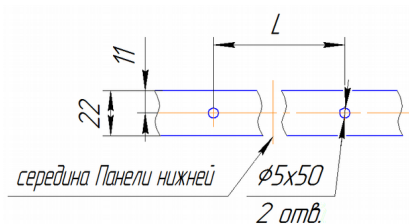
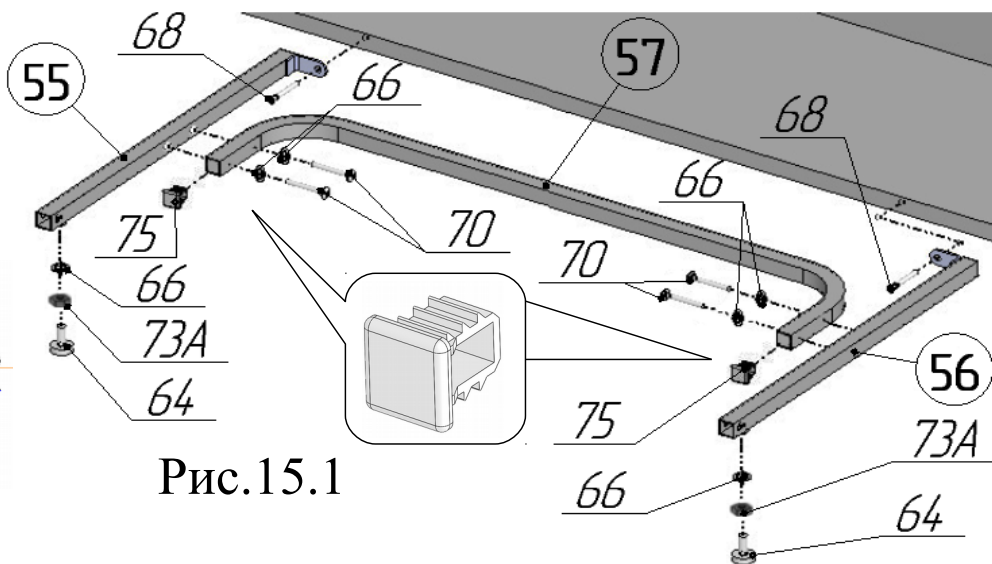
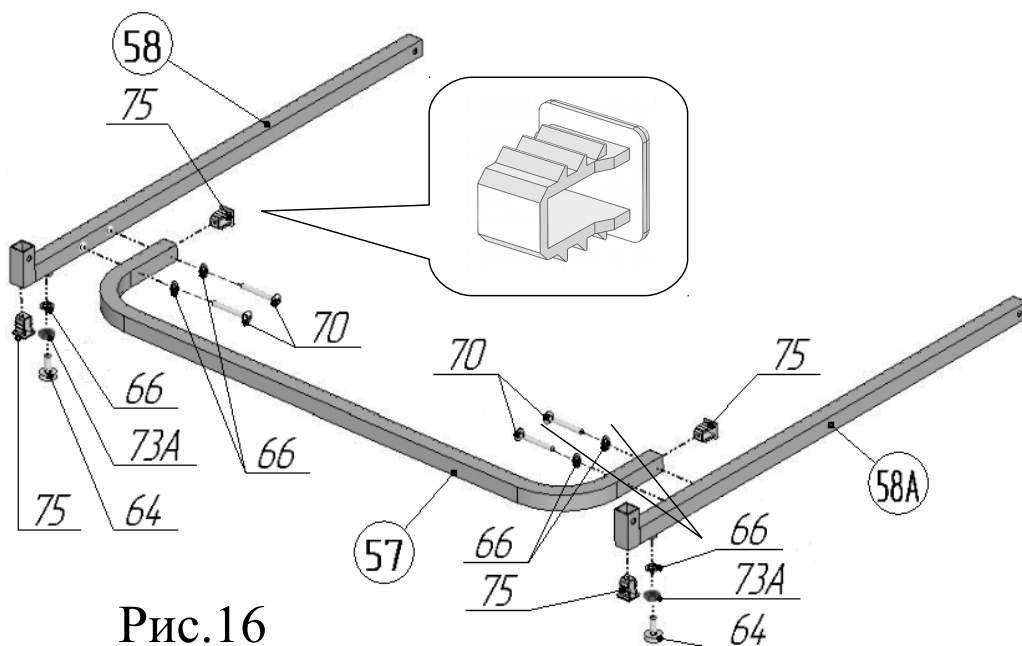

Рис.15.2
Рис.15.1
Рис.16
17. В торцы перемычки поз.57 вставить заглушки 20x20 поз.75 в соответствии с рис.15.1. К перемычке поз.57 присоединить упоры поз.55 и поз.56, используя винты М6х35 поз.70 и шайбы стопорные поз.66 в соответствии с рисунком 15.1. Во встроенные гайки упоров поз.55,56 вернуть ножки поз.64, предварительно навинтив на них гайки М8 ГОСТ поз.73А и надев на стержни ножек шайбы стопорные поз.66. Просверлить в панели нижней поз.43 отверстия $\phi 5 \times 50$ в соответствии с рис.15.2, L=648мм. Присоединить собранную конструкцию к корпусу с помощью винтов-конфирматов поз.68 (рис.15.1).
поз.58, 58А, используя винты М6х35 поз.70 и шайбы стопорные поз.66 в соответствии с рисунком 16. Во встроенные гайки ног поз.58 и 58А вернуть ножки поз.64, предварительно навинтив на них гайки М8 ГОСТ поз.73А и надев на стержни ножек шайбы стопорные поз.66. В ноги поз.58 вставить заглушки 20x20 поз.75 в соответствии с рисунком 16. После окончательной сборки стола отрегулировать ножки поз.64, установленные в данном пункте и п.16. Затянуть гайки поз.73А таким образом, чтобы шайбы поз. 66 оказались прижаты к ногам поз.58, 58А (рис.16) и упорам поз.55,56 (рис.15.1).